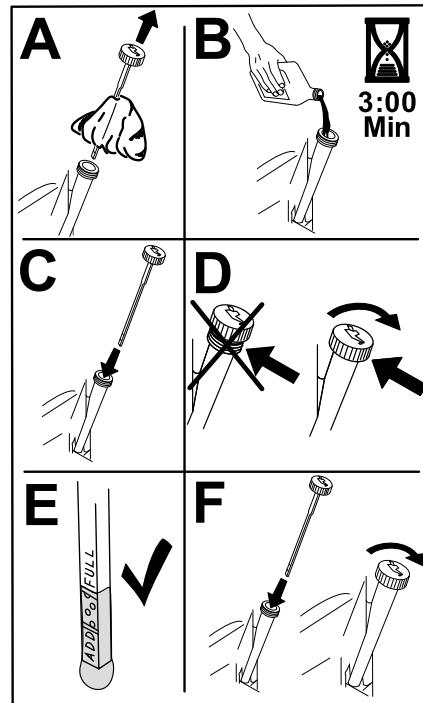

Figura 39
6. Vierta lentamente un 80% aproximadamente del aceite especificado por el tubo de llenado, luego añada lentamente el resto del aceite hasta que llegue a la marca de **Lleno** (Figura 39).